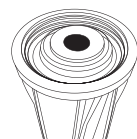

Figura 5.
1. Retira la cubierta de protección de los Cartuchos y arrójalos dentro de cada vaso, como se muestra en la Figura 5.